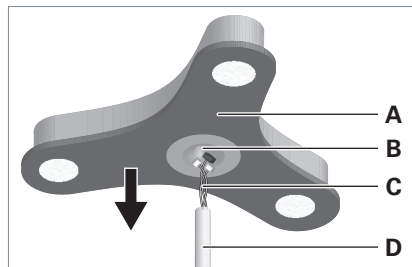

Fig. 6: Leuchtenkopf aufsetzen.
- Setzen Sie den Leuchtenkopf **A** auf das Standrohr **D** und führen Sie dabei die Kabel **C** durch die Öffnung **B** im Leuchtenkopf, siehe Fig. 6.